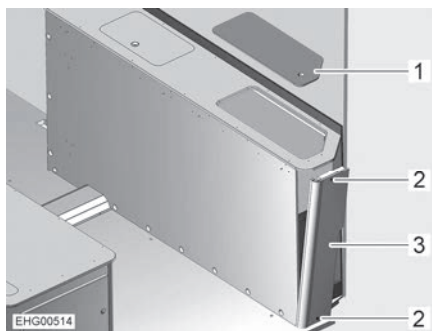

Bild 123 Sänglåda höger
- Ta av servicelucka (Bild 123,1).
- Skruva ur 2 skruvar (Bild 123,2).
- Ta tag i sänglådan uppifrån och tryck sidoplåten (Bild 123,3) lätt utåt.